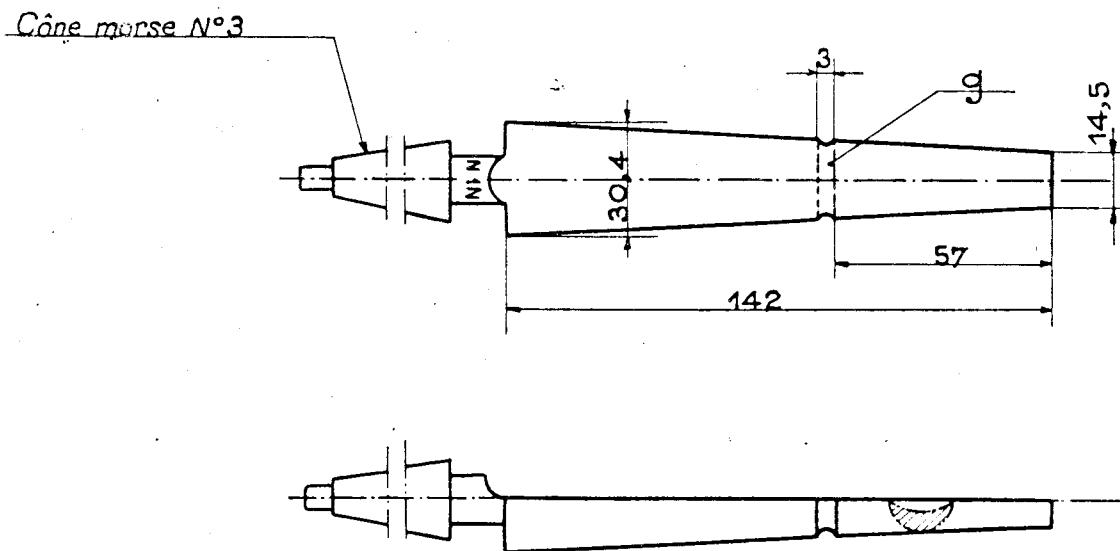
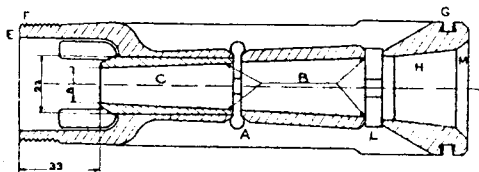

FIG. 249
FIG 247
### a) Cône convergent (fig. 247).
Rectifier le cône intérieur à l'aide de l'alésoir spécial n° 1 N (fig. 249) de façon à faire disparaître toutes les érosions qui se produisent habituellement en B (fig. 247). Si cette rectification devait entraîner une augmentation du diamètre de l'alésage convergent (a) supérieure à la tolérance admise, il y aurait lieu de remplacer le cône ou de procéder à la réparation par pose de bague étamée et emmanchée à chaud, suivant le mode opératoire ci-après (2) :
1° Passer l'alésoir spécial n° 1 N de façon que la gorge g de l'alésoir (fig. 249) s'arrête à 5 mm. de l'orifice A du convergent (fig. 247) et ceci afin de laisser la matière nécessaire pour la finition;
4° Etamer l'alésage ( $\varnothing = 23$ ) du cône convergent et l'extérieur de la bague, ces deux pièces étant chauffées à la température de fusion de l'étain, puis emmancher à force la bague dans son logement en ayant soin, au préalable, de placer dans la lumière A (fig. 247) une cale d'épaisseur calibrée de 3 mm., ceci pour limiter l'enfoncement de la bague de façon à respecter la cote d'origine de la lumière A.